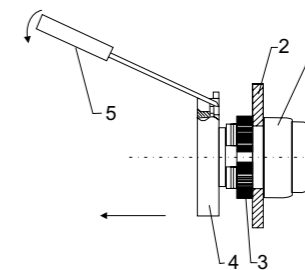

рис. 5
2) Затем следует вставить отвертку в отверстие в проушине промежуточного корпуса, слегка приподнять и потянуть за корпус, оттягивая его от приводного элемента (рис. 5).